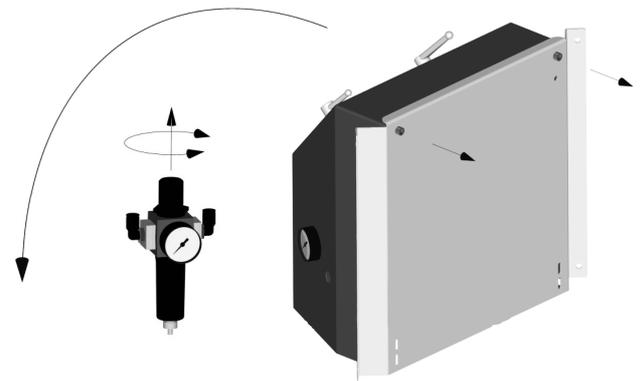

Abbildung 1
- Die beiden Innensechskantschrauben an der Gehäuserückwand entfernen und das Gehäuse aufklappen (siehe Abb.1).
- Knopf des Druckreglers nach oben ziehen und den Betriebsdruck von max. 6,5 bar durch Drehen des Knopfes einstellen (siehe Abb.1).